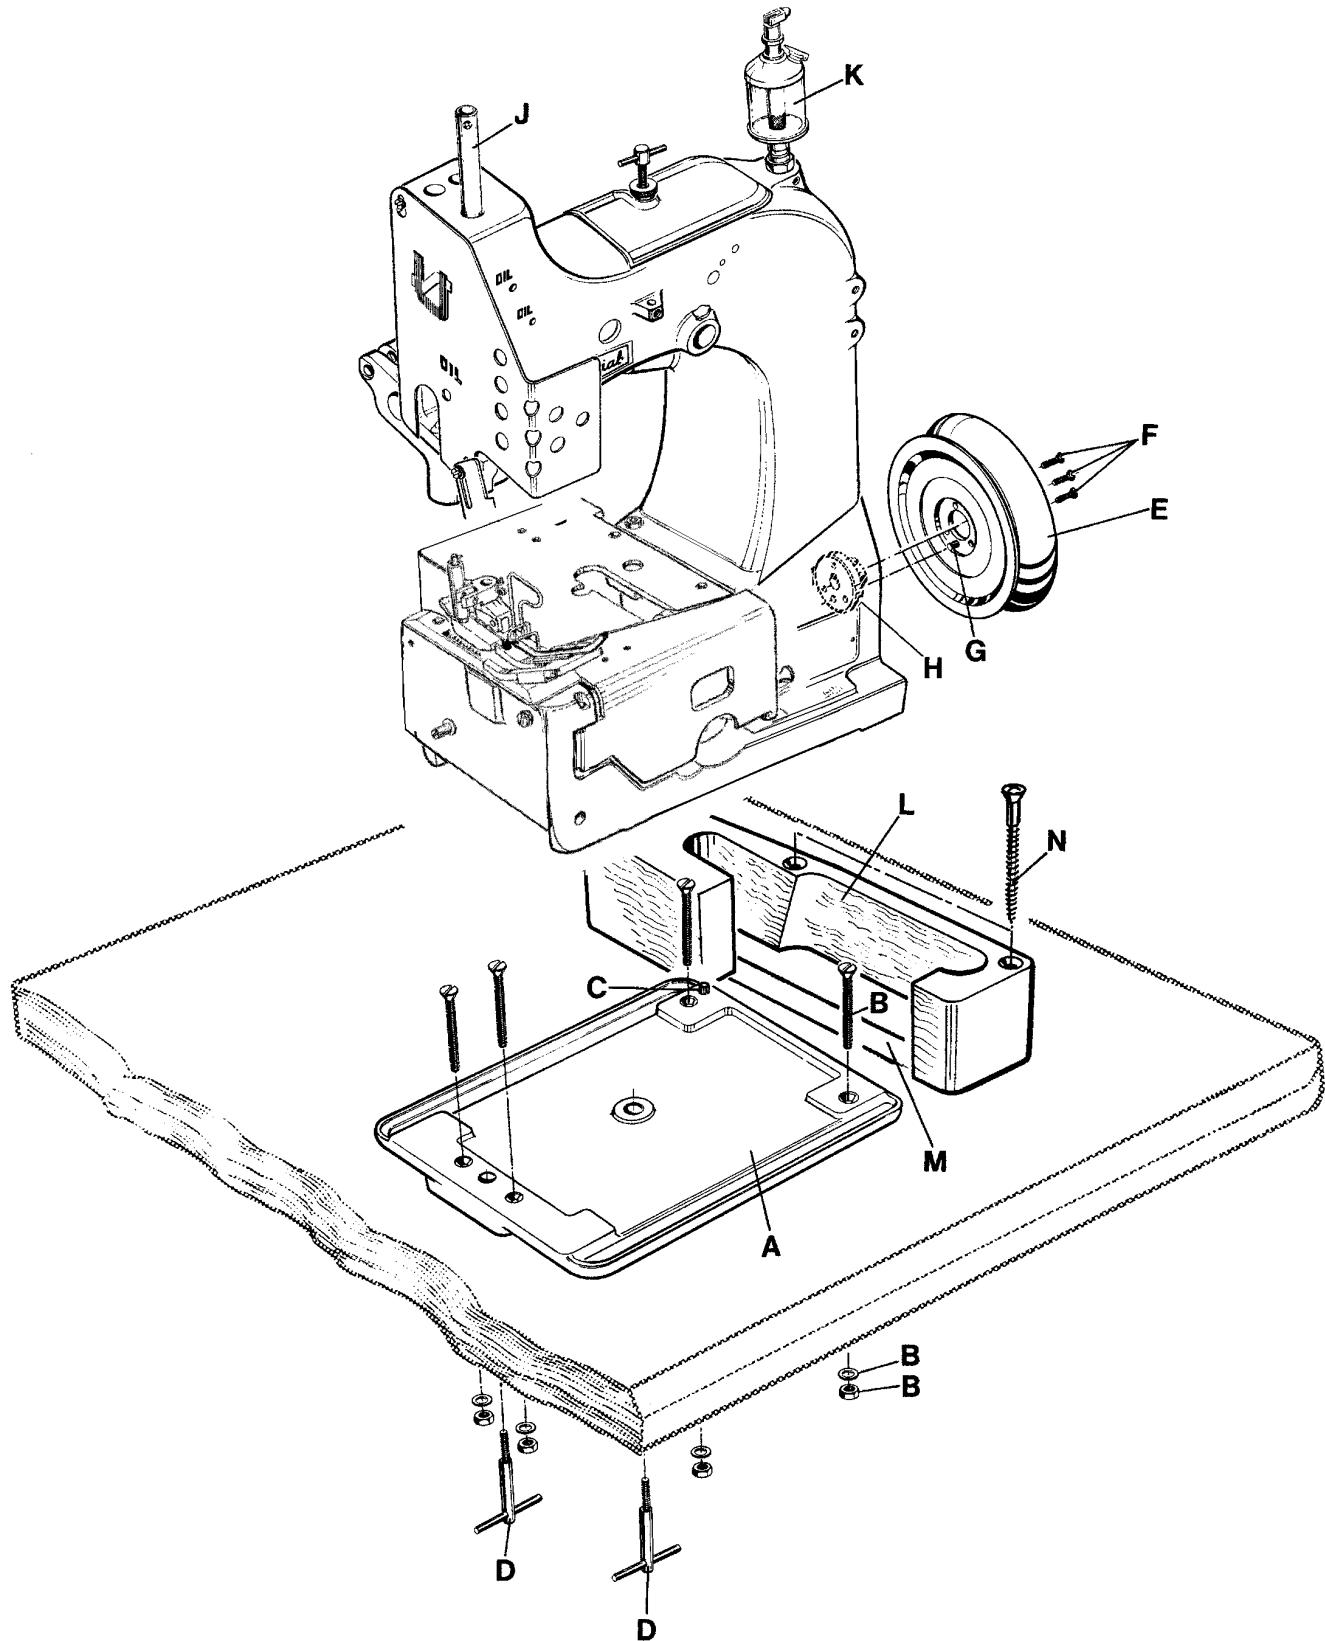
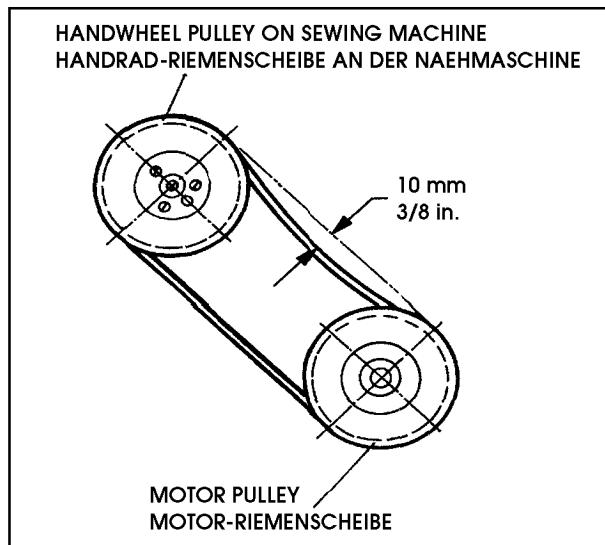

Fig. 1
Fig. 2
2. Mount the base plate (A, Fig. 1) with four screws, nuts and washers (B) in the provided holes on the table board.
3. Place the sewing machine on the base plate so that the roll pin (C) in the base plate engages with the right rear hole in the machine base.
4. Fasten the sewing machine with the two T-screws (D) on the base plate.
6. Assemble the handwheel pulley (E) with three countersunk screws (F) to the sewing machine. Pin (G) must engage with the hole in hub (H).
7. Screw in needle bar guard (J).
8. Screw in sight feed oiler (K).
9. Align the handwheel belt guard (L) with the V-belt slot (M) in the table board and with the handwheel pulley and fasten it with two wood screws (N) on the table board.
10. Dismount motor belt guard. Place the V-belt around the motor pulley and slue the motor to tense the belt. The tension on the V-belt is correct, when with moderate finger pressure it will deflect approx. 10 mm (3/8 in.) midway between handwheel pulley on the sewing machine and motor pulley (see Fig. 2). Remount motor belt guard.
2. Montieren Sie die Grundplatte (A, Fig. 1) mit vier Schrauben, Muttern und Scheiben (B) in den dafür vorgesehenen Bohrungen auf der Nähfischplatte.
3. Stellen Sie die Nähmaschine auf die Grundplatte, so daß die Spannhülse (C) in der Grundplatte in der Bohrung rechts hinten im Maschinensockel eingreift.
4. Befestigen Sie die Nähmaschine mit den beiden Knebelschrauben (D) auf der Grundplatte.
6. Montieren Sie die Handrad-Riemenscheibe (E) mit drei Senkschrauben (F) an die Nähmaschine. Der Stift (G) muß in die Bohrung in der Nabe (H) eingreifen.
7. Schrauben Sie den Nadelstangenschutz (J) ein.
8. Schrauben Sie den Tropföler (K) ein.
9. Richten Sie den Handrad-Riemenschutz (L) zum Keilriemenschlitz (M) in der Nähfischplatte und zur Handrad-Riemenscheibe aus und befestigen Sie ihn mit zwei Holzschrauben (N) auf der Nähfischplatte.
10. Bauen Sie den Motor-Riemenschutz ab. Legen Sie den Keilriemen um die Motorriemenscheibe und schwenken Sie den Motor, um den Riemen zu spannen. Der Keilriemen ist richtig gespannt, wenn er in der Mitte zwischen Handrad-Riemenscheibe und Motor-Riemenscheibe mit mäßigem Fingerdruck etwa 10 mm eingedrückt werden kann (siehe Fig. 2). Bauen Sie den Motorriemenschutz wieder an.